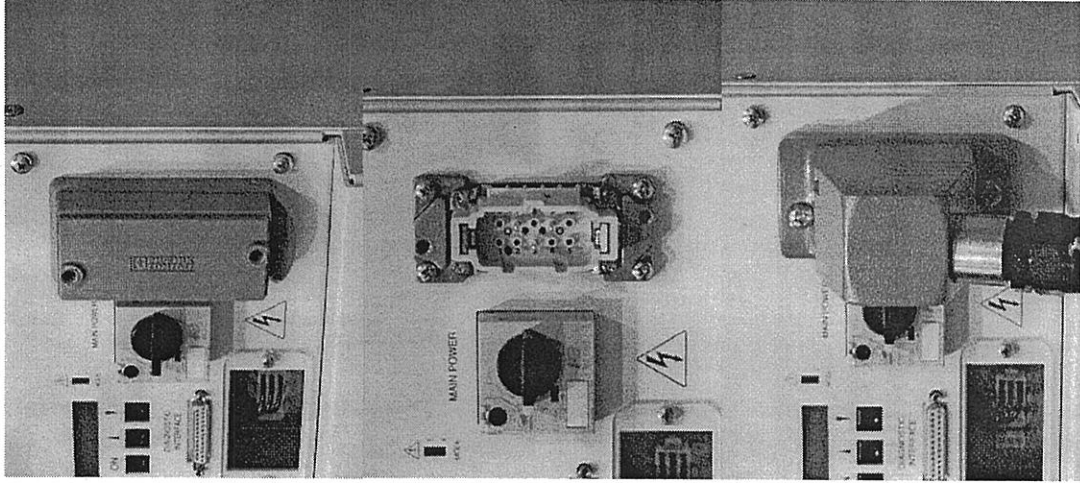

図 9 入力電源接続コネクタの接続
入力電源ケーブルを圧縮機前面に設置された入力電源接続コネクタへ挿入し、ねじ止めします。図 9 を参照下さい。
1. フレキシブルホースを接続する前にフレキシブルホースのラベルを確認してください。サブライ側 (高圧) は黄色、リターン側 (低圧) は緑色のラベルが貼付されています。図 9 を参照下さい。